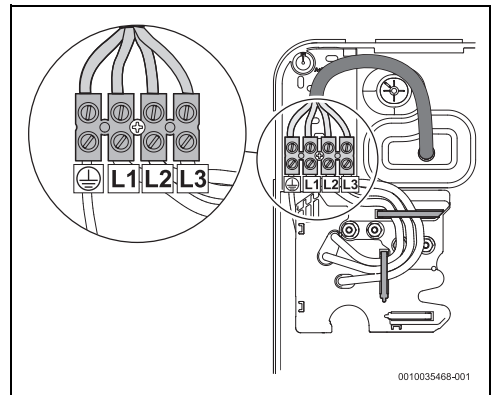

Fig. 41 Raccord supérieur
- Raccordement supérieur (fig. 41)